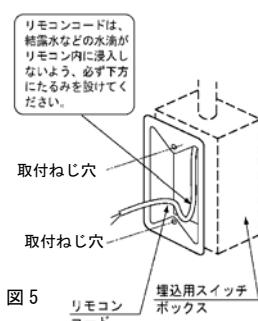

図5
- リモコンコードを電線管に通し、貯湯ユニットまで配線してください。（図5）